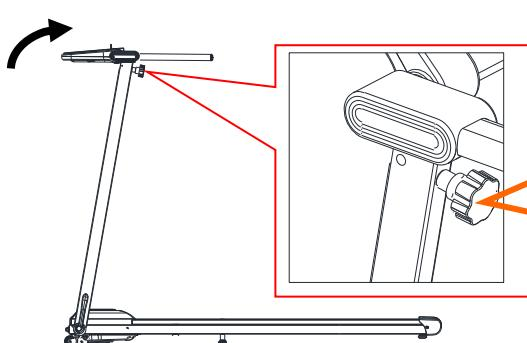

Figure 1
- Le tube de l'accoudoir est rabattu comme le montre la figure 1 ; l'afficheur électronique est replié comme le montre la figure 2.